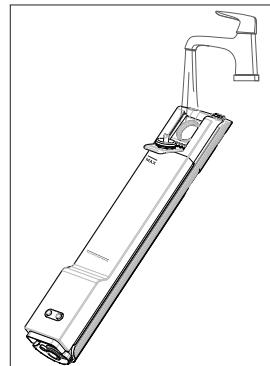

Fig. 7 – Remplir le réservoir d'eau
- ▶ Remplissez le réservoir d'eau propre avec de l'eau du robinet propre. N'utilisez pas d'eau chaude ou bouillante pour remplir le réservoir d'eau propre. (**voir Fig. 7**)